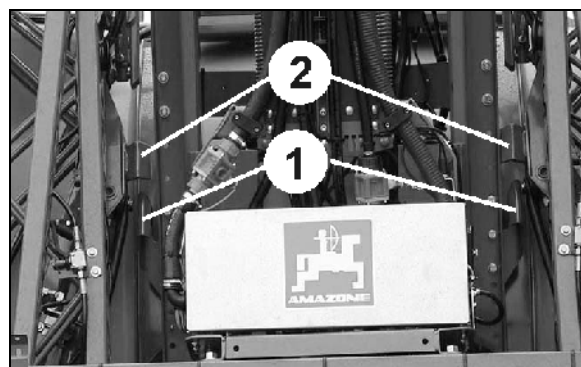

Fig. 65
2. Løft sprøyteutliggerne med høydejusteringen til holderne (Fig. 65/1) slipper lommene (Fig. 65/2).
Fig. 65 viser de frigjorte sprøyteutliggerne.